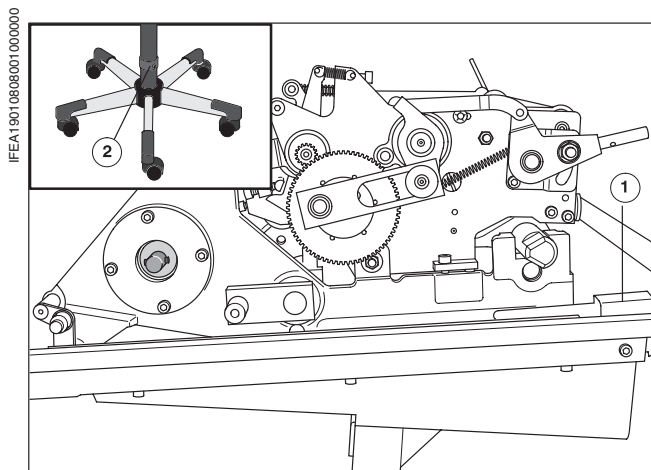

Рис. 45 Выдвижная тележка
- ➊ Нажать на защелку выдвижной тележки (Рис. 45/➊) и снять выдвижной блок нумератора с выдвижной тележки.
- ➍ Ослабить винт с внутренним шестигранником (Рис. 45/➋) на основании выдвижной тележки.
- ➑ Затянуть винт с внутренним шестигранником (Рис. 45/➋) на основании выдвижной тележки.
- ➒ Выдвижной блок нумератора установить на тележку и защелкнуть фиксатор (Рис. 45/➊).